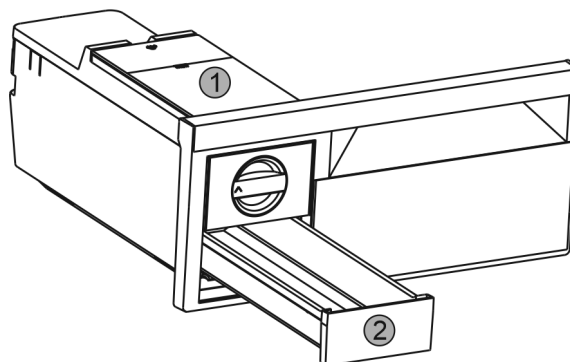

Fig. 53
- ▶ Wassertank Fig. 53 (1) und Eiswürfel-Schubfach Fig. 53 (2) entnehmen.